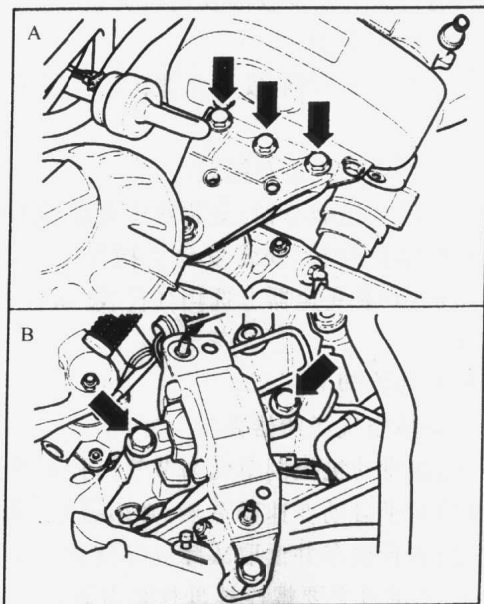

图 2-7
25) 松脱变速器液压支座 B 发动机液压支座 A 上的螺栓, 如图 2-7 箭头所示。